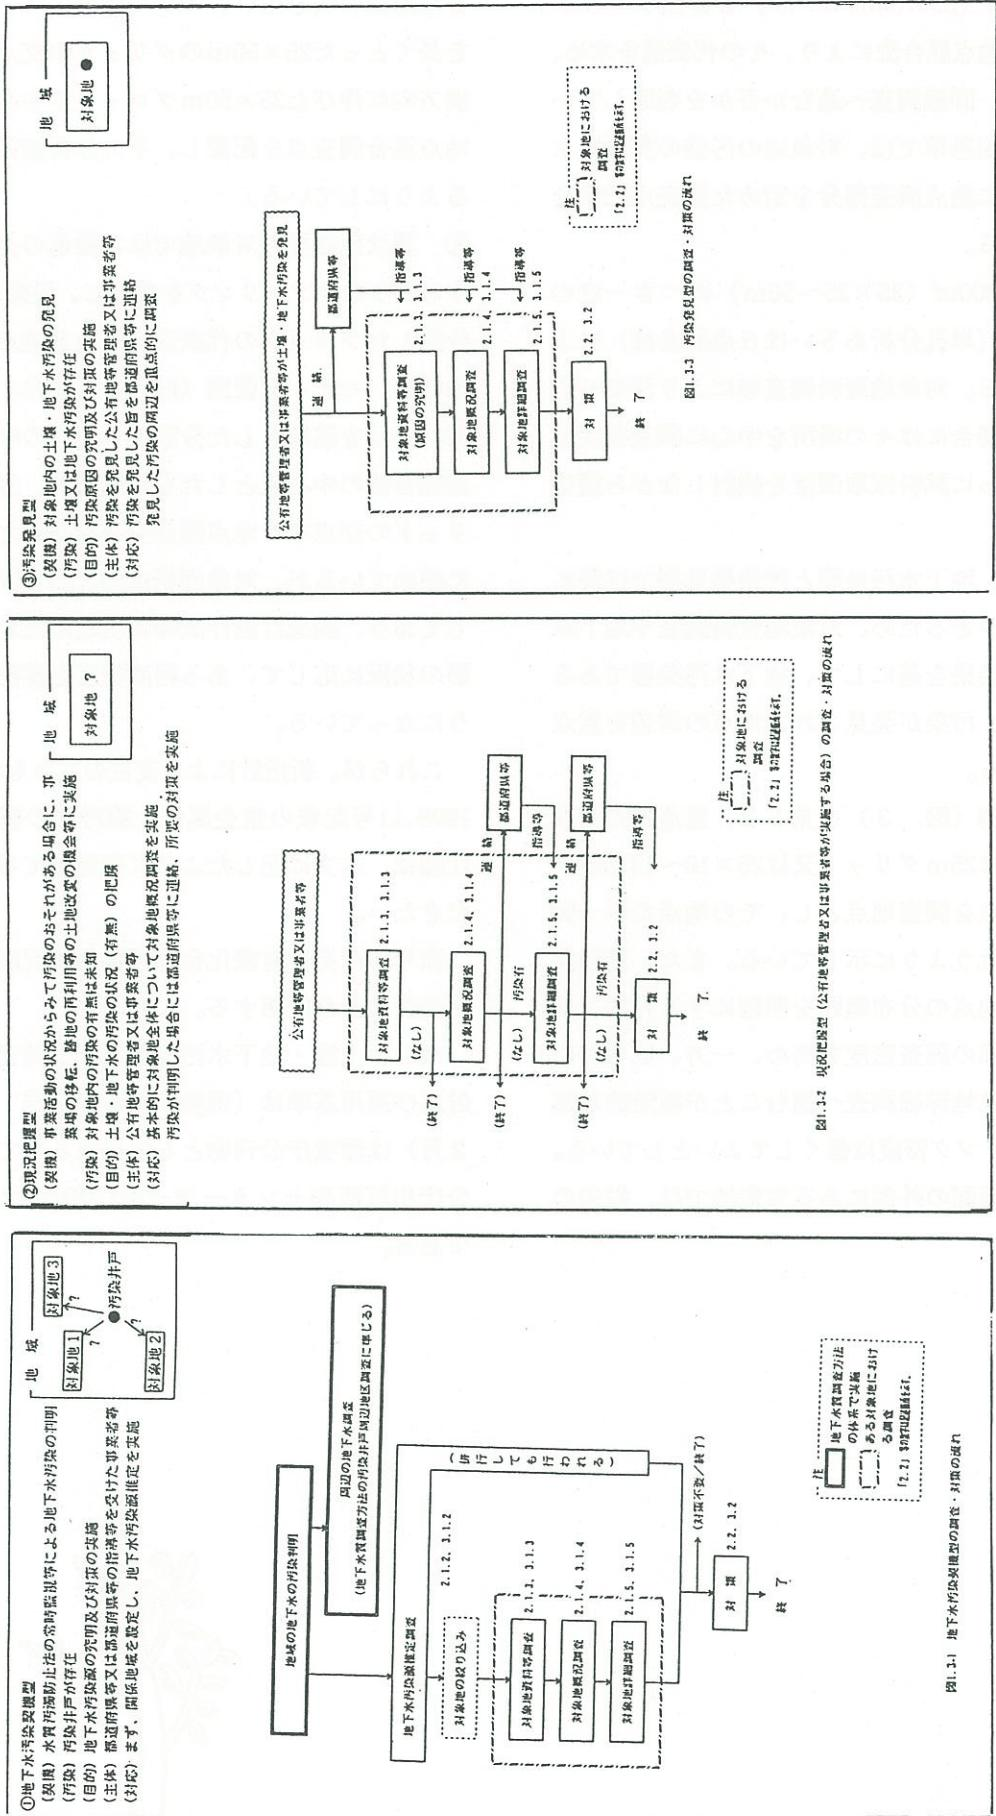

図. 1 土壤・地下水汚染 汚染契機による基本フロー
汚染対策の契機による場合分けは、① 地下水汚染契機型、② 現況把握型 ③ 汚染発見型の3パターンで、以下これらの場合分けの基本パターンとそれぞれの場合の対策基本フローを新指針から抜粋して図. 1に示した。
① 地下水汚染契機型は、行政の地下水質モニタリング井により汚染が認められたものなど水質汚染法の常時監視体制から地下水の汚染が判明したもので、主体者は都道府県及び環境政令都市からなる環境行政担当者といって良い。
② 現況把握型は事業活動の状況から汚染の恐れがある場合に、事業場の移転、跡地の再利用など土地改変の機会を捉えて実施する汚染の有無は未知のケースである。